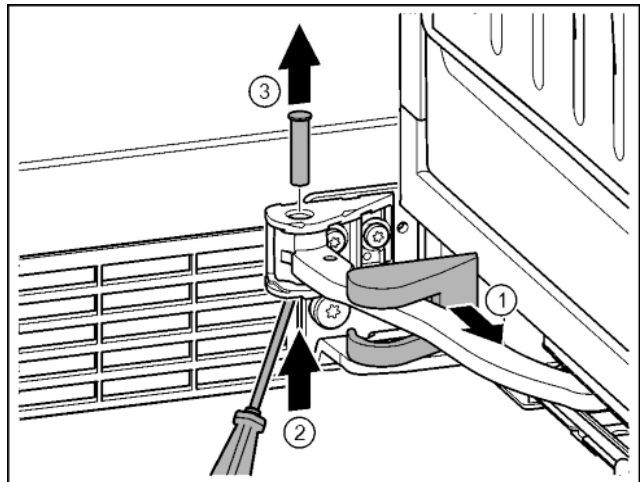

Fig. 15
- ▶ Stáhněte kryt stojanu ložiska a posuňte podél kloubu. Fig. 15 (1)
- ▶ Čep zespodu nadzvedněte prstem nebo šroubovákem. Fig. 15 (2)
- ▶ Šroubovákem zajed'te pod hlavu čepu a vytáhněte. Fig. 15 (3)